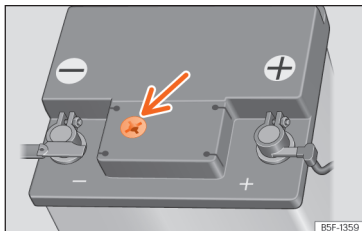

Abb. 214 Sichtfenster an der Oberseite der 12-Volt-Fahrzeugbatterie (Prinzipsdarstellung).
- Prüfen Sie die Farbanzeige im runden Sichtfenster an der Oberseite der Batterie » » » (**Abb. 214**).